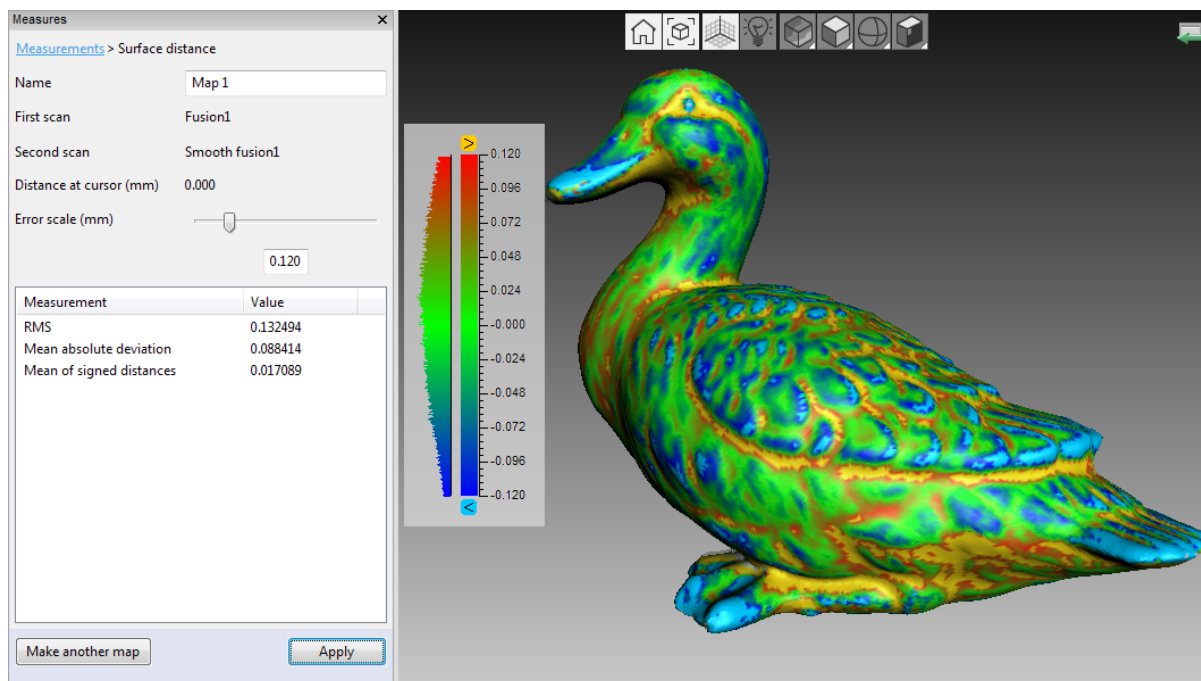

Рис. 9.13: Карта расстояний, рассчитанная для двух моделей
5. Нажмите *Рассчитать*. Как только расчет завершится, в окне *3D вида* появится карта расстояний наряду с результатами расчетов на панели *Измерения* (см. Рис. 9.13).